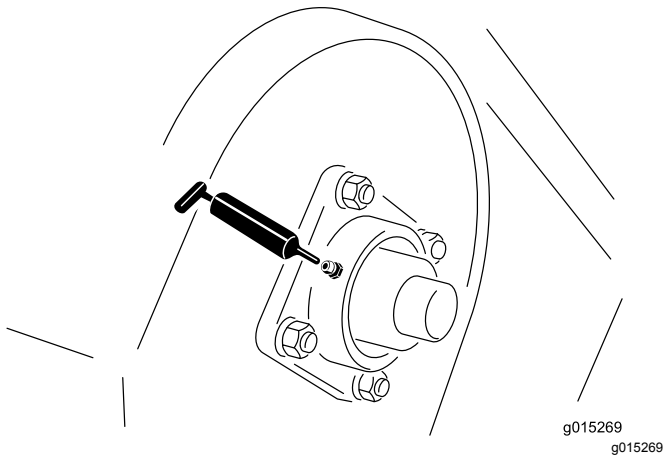
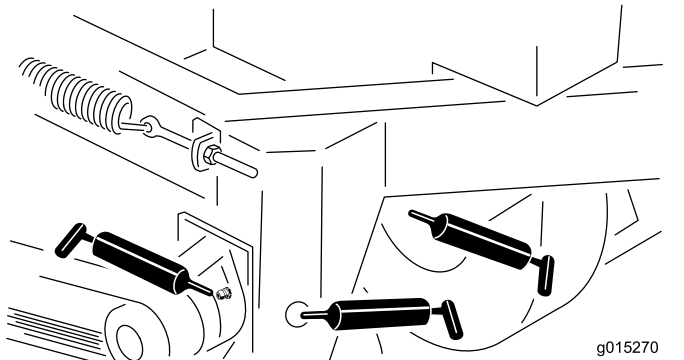

図 12
図 13
2. グリスガンでグリスを注入する 図 11、図 12、図 13。